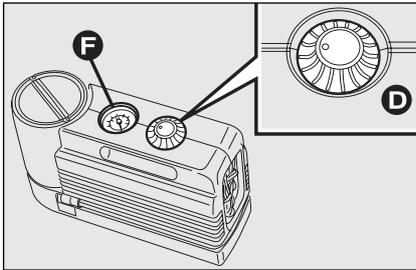
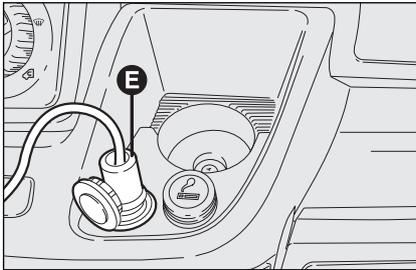

Abb. 13
Abb. 14
- Sicherstellen, dass der Schalter **D-Abb. 13** des Kompressors auf 0 (ausgeschaltet) steht, den Motor anlassen, den Stecker **E-Abb. 14** in die nächst gelegene Steckdose stecken, und den Kompressor einschalten, indem Sie den Schalter **D-Abb. 13** auf 1 (eingeschaltet) stellen. Den Reifen mit einem Fülldruck von 4 bar aufpumpen.
Es empfiehlt sich, den Reifendruck für eine noch genauere Ablesung am Manometer **F-Abb. 13** mit ausgeschaltetem Kompressor zu kontrollieren;